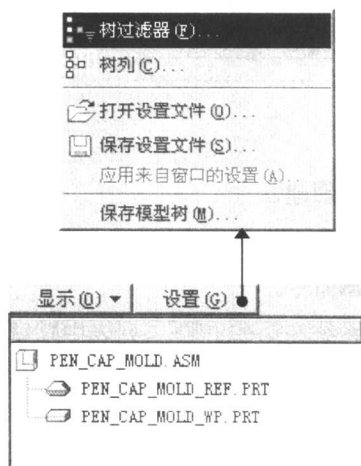

图 1.15 模型树界面
(1) 在如图 1.15 所示的模型树界面中, 选择 设置(G) ▾ → 过滤器(F) 命令。